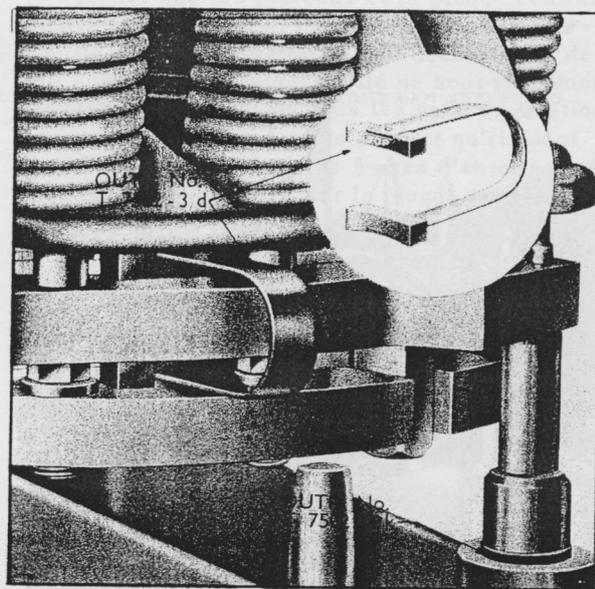
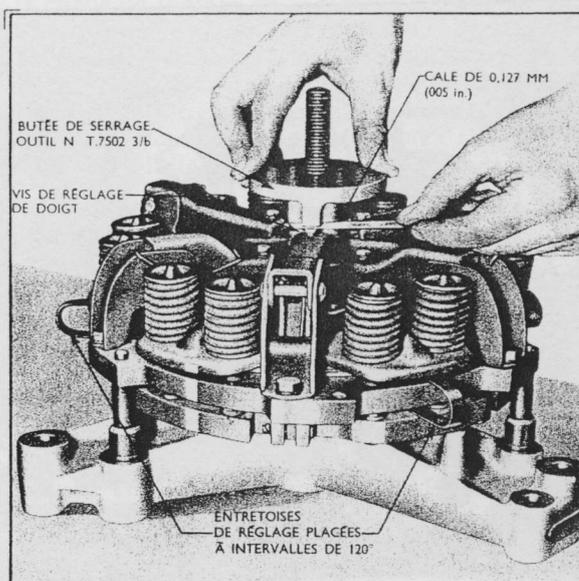

Fig. 12.
Fig. 13.
1. A l'aide des rondelles d'écartement T. 7502-3/k (fournies avec l'Outil N° 7502), introduire les trois regots de positionnement de la plaque centrale d'entraînement de l'Outil spécial d'Assemblage d'Embrayage Double (Outil N° T. 7502) dans les trois trous pratiqués le plus près de la partie centrale de l'Outil. Les rondelles d'écartement doivent être positionnées entre chacun des ergots de l'Outil comme le montre la FIG. 12.
2. Quand l'écartement des plateaux est suffisant, introduire les trois paires d'entretoises de réglage (Outil N° T. 7502-3/d) entre les surfaces de contact des plateaux et la plaque centrale d'entraînement jusqu'à ce qu'elles soient en contact avec le tour des disques d'embrayage (voir FIG. 12) ; les entretoises doivent être disposées à des intervalles de 120° autour de la circonférence de l'embrayage de telle sorte que chacune d'elle se trouve placée immédiatement sous l'un des petits bossages coulés sur la surface du plateau d'embrayage/prise de force qui séparent les ressorts de pression (voir FIG. 13). Il est important de disposer ainsi les entretoises pour être sûr que la partie supérieure des entretoises touche la face de contact du plateau d'embrayage/prise de force et qu'on pourra obtenir un réglage satisfaisant des doigts de débrayage.
replacer le support de réglage sur l'outil principal de telle sorte que la face la plus petite touche le collier de centrage. Le support de réglage présente deux bossages qui permettent de vérifier le réglage des vis des doigts de débrayage ; le bossage le plus court correspond aux doigts de débrayage/tracteur et le plus long aux doigts de débrayage/prise de force. Régler individuellement les six vis de la façon suivante : après avoir fait tourner la vis, on doit pouvoir faire passer un calibre d'épaisseur de 0,127 mm entre la tête de la vis et l'extrémité libre du bossage lorsqu'on maintient le support de réglage solidement contre le collier de centrage, le bossage correspondant étant tourné vers la vis qu'on désire régler. (voir FIG. 13).